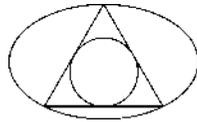

图 1-135 习题 4
4. 绘制一个两轴长分别为 100 mm 及 60 mm 的椭圆。在椭圆中绘制一个三角形，三角形三个顶点分别为：椭圆上四分点，椭圆左下四分之一圆弧的中点以及椭圆右四分之一圆弧的中点；绘制三角形的内切圆。完成后的图形如图 1-135 所示。